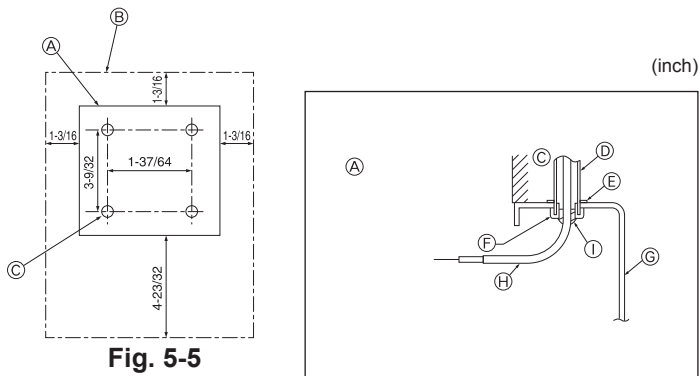

Fig. 5-5
(1) Seleccione una posición adecuada para el control remoto. (Fig. 5-5)